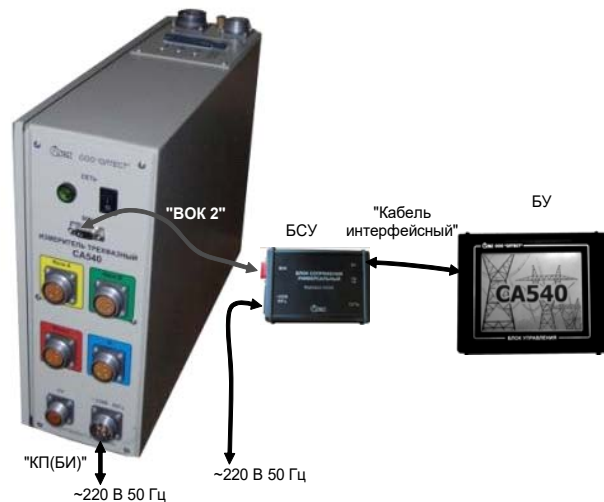

Рисунок 6.1
- 1) Підключити БУ до Вимірювача (рисунок 6.1).